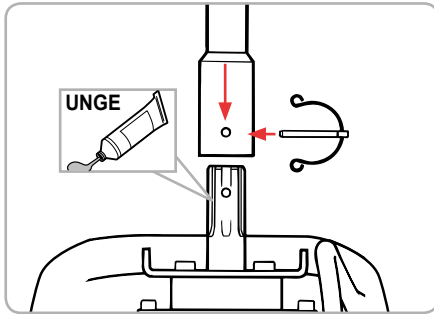

Fig.7
**Montarea/demontarea burghiului (Fig.7):**